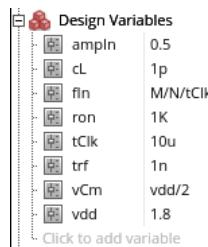

图 45 Design Variables 设置
1. 在 ADE Explorer 界面中，鼠标右键单击 Design Variables，在右键菜单中选择 Copy From CellView，发现 Design Variables 中已经自动添加了 vdd、tClk、trf、ron、ampIn、fIn、vCm、cL 等变量。如图 45 所示，为各变量赋值。
2. 鼠标左键单击图 45 中的 click to add variable，在弹出的对话框中，在 Name 属性栏输入 N，在 Value 属性栏输入 256，点击 Add 按钮。再在 Name 属性栏输入 M，在 Value 属性栏输入 1，点击 Add 按钮。此时注意到图 45 中的变量列表中已经添加了变量 N 和 M。